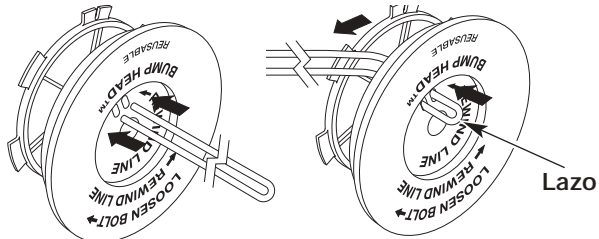

Figure 35
6. Tome aproximadamente 40 pies (12.2 m) de nueva línea de corte, enlácela en dos longitudes iguales. Inserte cada extremo de la línea a través de uno de los dos orificios del carrete interior (Fig. 35). Pase la línea a través del carrete interior de modo que el lazo sea lo más pequeño posible.